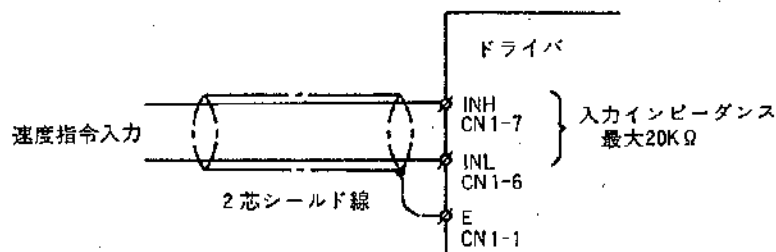

図4-22 速度指令入力
(8)速度指令入力に補助電源を使用する場合には、速度指令用可変抵抗を図4-22のように接続します。